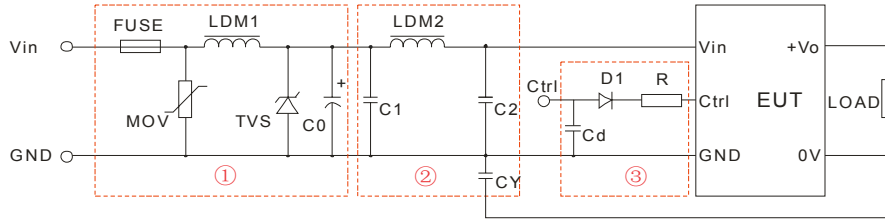

图 1
辐射骚扰	CISPR22/EN55022 CLASS B（推荐电路见图 1-②或图 3）
- 注: 1.图 1 中第①部分用于 EMS 测试; 第②部分用于 EMI 滤波, 可依据需求选择;
EMI 测试结果图（推荐电路见图 1-②）